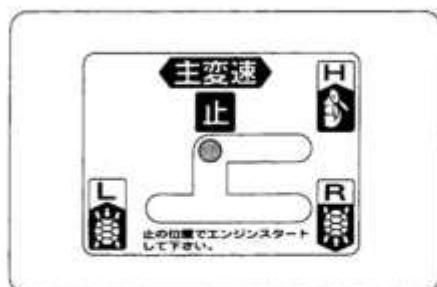

図33
- ① 主変速レバーを [L (低) ・ H (高) ・ R (後)] 位置に入れます。(図33)